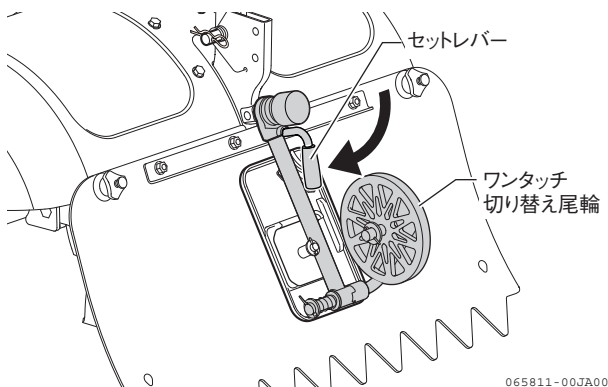

図 3-5 尾輪（移動1）
1. セットレバーを手前に引き、尾輪を下にセットします。(図 3-5)